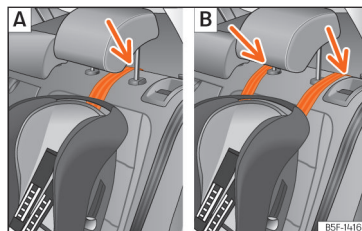

Fig. 38 Bancos traseiros: ajuste e montagem em função do cinto Top Tether.
- Coloque a correia por baixo do encosto de cabeça (em função das instruções da própria cadeira, levante ou retire o encosto de cabeça se for necessário) » » **Fig. 38**.